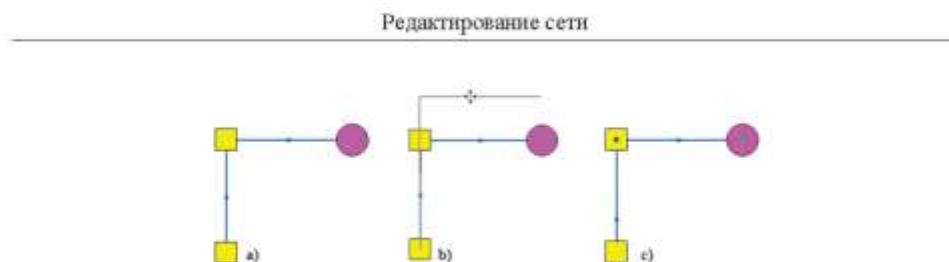

Рисунок 6.7. Перемещение отрезка
2. Для переноса отрезка вместе со связанными с ним объектами подвести курсор к отрезку и нажать левую клавишу мыши, не отпуская клавишу переместить отрезок на нужное место (смотрите Рисунок 6.7. «Перемещение отрезка» b).
3. Отпустить клавишу мыши для окончания перемещения отрезка (смотрите Рисунок 6.7. «Перемещение отрезка» c).